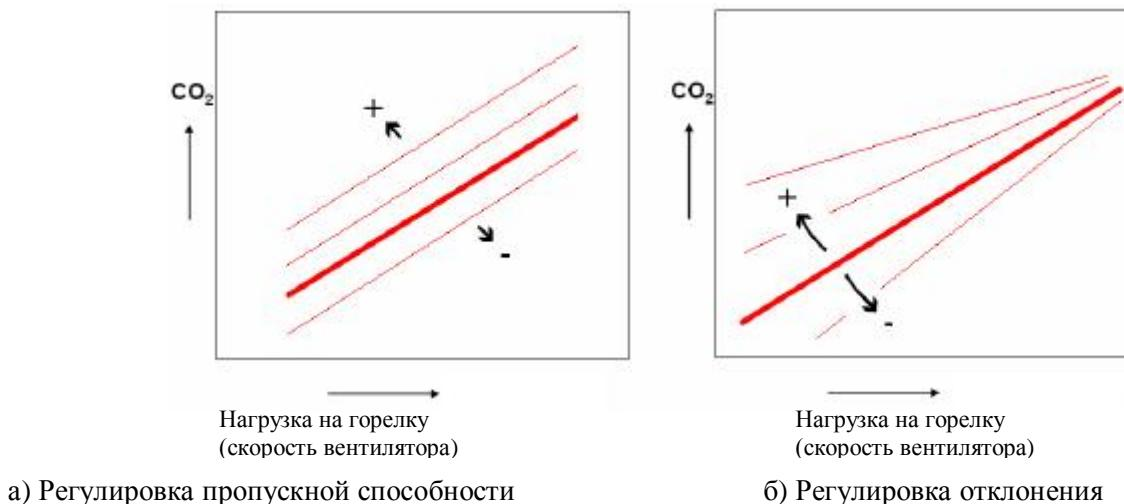

Рис. 30
- После проведения регулировок необходимо заново проверять уровень СО₂ при минимальной и максимальной нагрузках (Рис. 30).